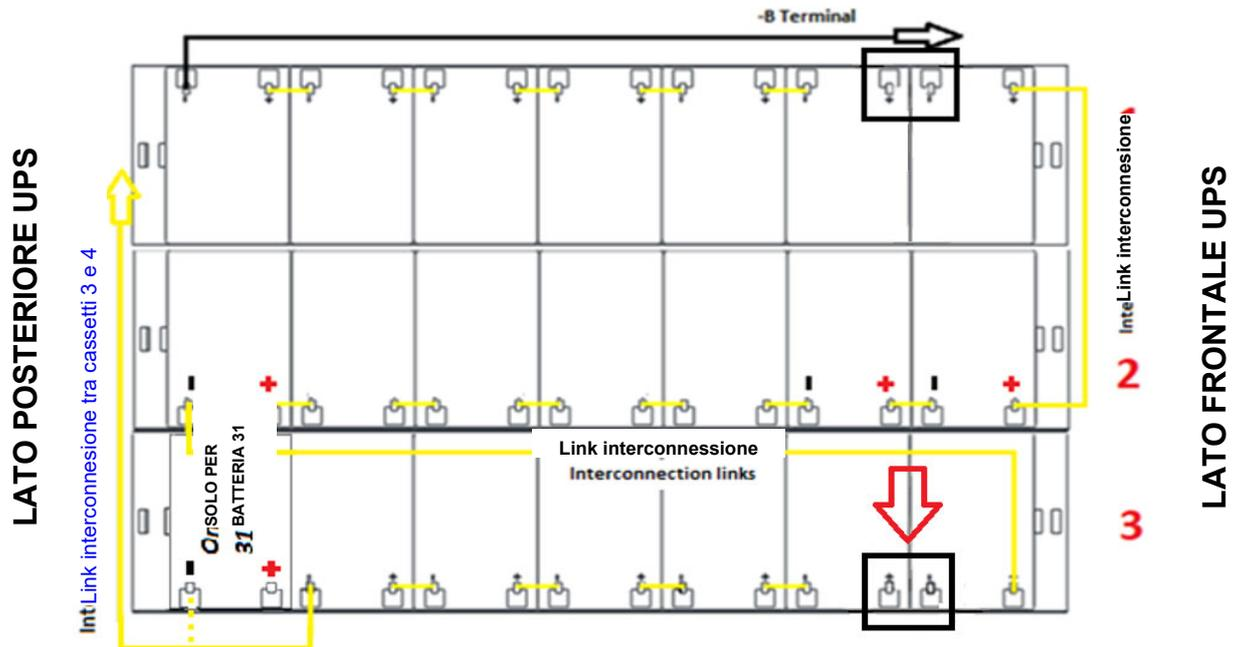

Figura 47 - Vista dall'alto piano N°1 con connessioni batterie
- 21) Dal lato sinistro dell'UPS estrarre parzialmente il cassetto n°3 e prima di inserire il ponticello mancante come dimostrato in figura 47, utilizzare un multimetro per verificare che non sia presente una tensione CC tra i terminali di batteria.